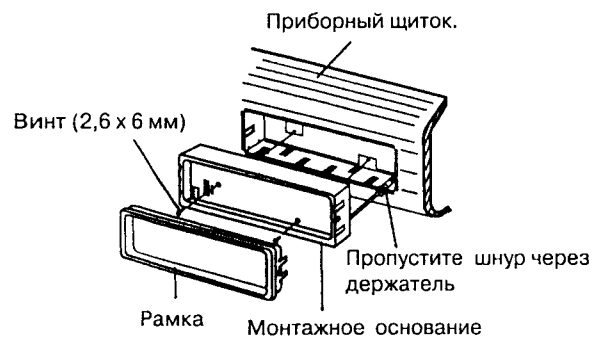

Рис. 15.
2. Установите в держатель монтажное основание и рамку. (Рис. 15)